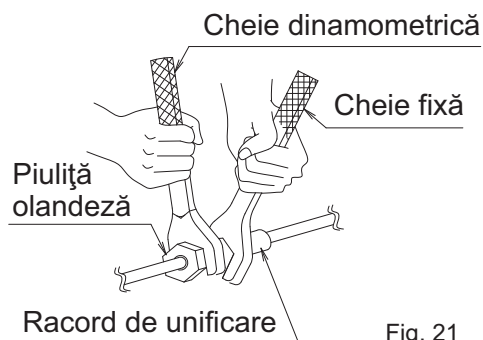

Fig. 21
- Când racordați tubulatura la instalația de aer condiționat, aveți grijă să utiliza o cheie fixă și o cheie dinamometrică așa cum este prezentat în **Fig. 21**.
- Înainte de lipirea tubulaturii de agent frigorific, suflați cu azot tubulatura de agent frigorific și dezlocuiți aerul cu azot (NOTA 1). **(Consultați Fig. 24)** Apoi, efectuați lipitura (NOTA 2). După finalizarea tuturor lucrărilor de lipire, instalați racordul mandrinat pe unitatea interioară. **(Consultați Fig. 21)**